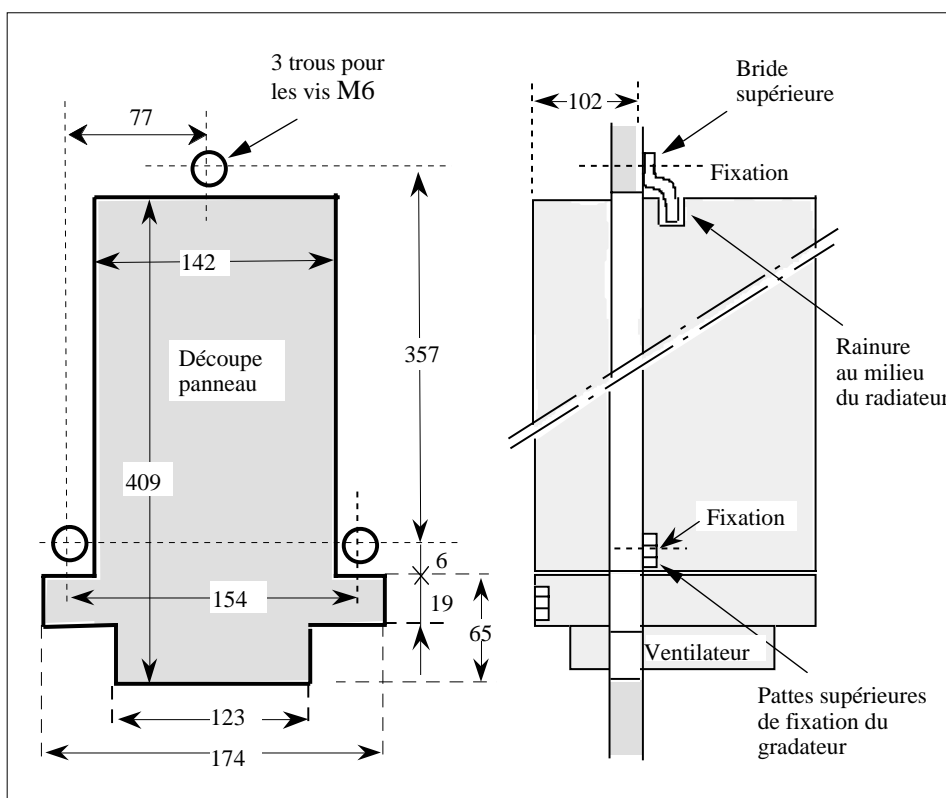

Figure 4 Cotes de perçage, découpe et fixation du gradateur ventilé (75 à 125A)
- a. Installer les **deux** vis **M6** inférieures dans l'armoire en respectant les cotes de perçage données (figure 4).